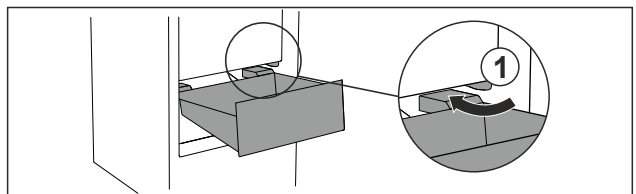

Fig. 31
- ▶ Zásuvku ved'te šikmo podél zarážek Fig. 31 (1).